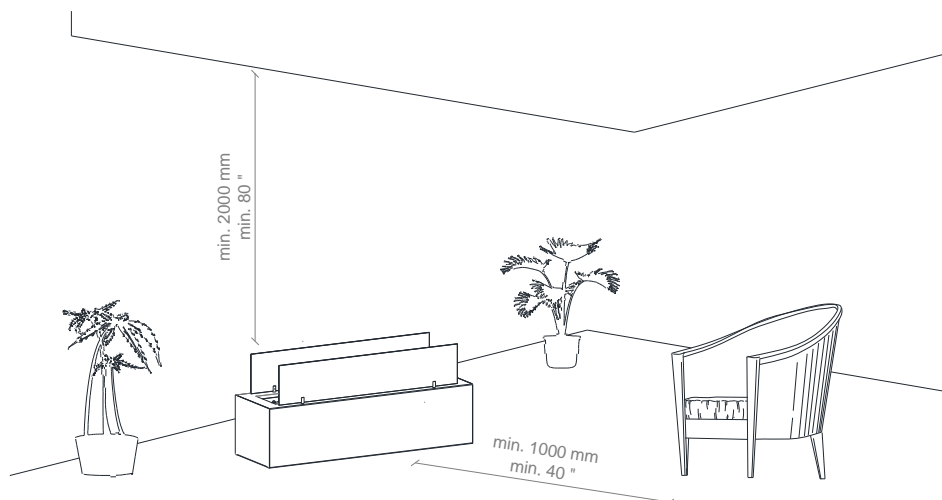

Abbildung 1: Mindestabstand zu brennbaren Materialien
- Wenn die Feuerstelle im Betrieb ist soll mindestens 1 Meter Abstand von brennbaren Materialien und 2 Meter Abstand über den Flammen eingehalten werden (Abbildung 1).